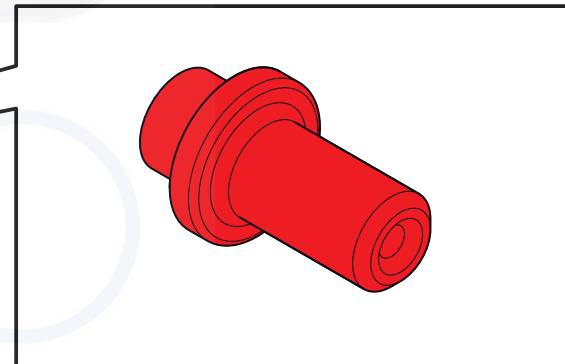

Fig.9
► Fig.9
Si es necesario, el cable de alimentación será sustituido por el Distribuidor o por su Servicio de Asistencia Técnica o por una persona con una cualificación similar, para evitar cualquier tipo de riesgo. El cable debe ser sustituido por uno de las mismas características y adecuado para la absorción del equipo. Para la sustitución, consulte la ► Fig.9